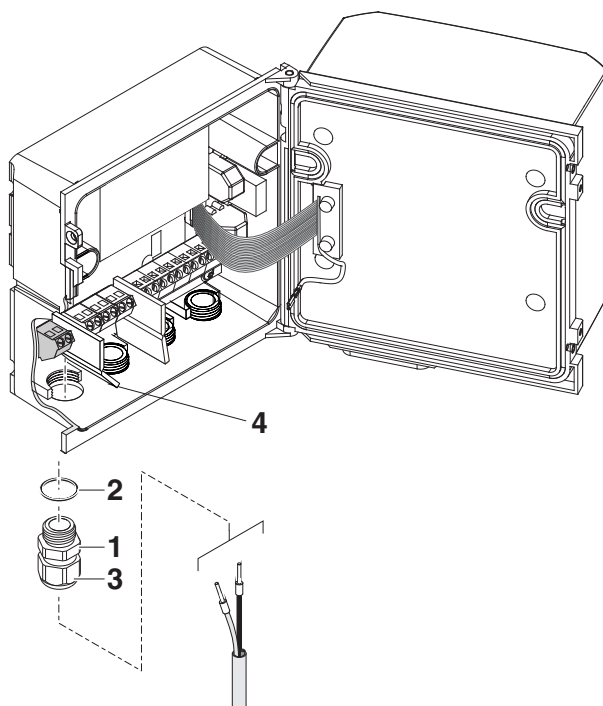

figura 3-16 Inserción de la línea de 24 V CC/CA.
- 5 Enrosque un casquillo prensacables (pos. 1 en la figura 3-16) con anillo de estanqueidad (pos. 2) en la carcasa debajo de la conexión de alimentación de 24 V CA/CC.
- 6 Afloje el anillo de acoplamiento (pos. 3).
- 7 Introduzca la línea de 24 V CA/CC en la carcasa a través del casquillo prensacables. Al hacerlo, doble el separador flexible (pos. 4) hacia la derecha.
- 9 Apriete la tuerca ciega (pos. 3 en la figura 3-16).